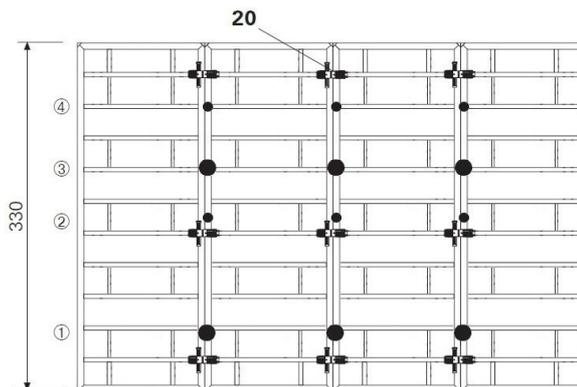
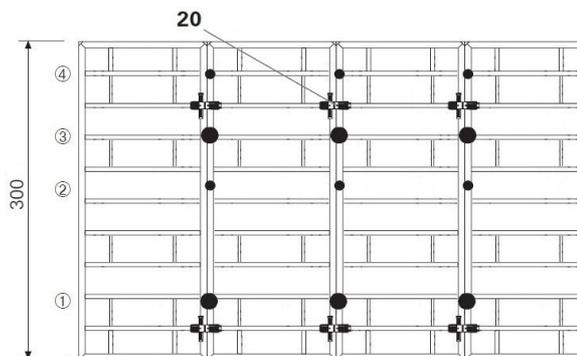

Рис. 77
Рис. 78
Соединение элементов с помощью 3 шт. выпрямляющих замков BFD (20) на высоту  $h=3,30$  м (Рис. 77) и с помощью 2шт. выпрямляющих замков BFD (20) на высоту  $h=3,00$  м (Рис. 78).